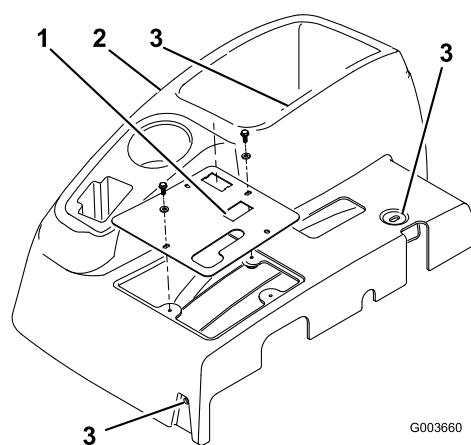

Figura 1
2. Rimuovere le 4 rondelle e i bulloni di fissaggio della plancia sulla consolle (Figura 1). Scollegare il cavo dal contaore. Rimuovere la plancia (Fig. 1).
3. Rimuovere i 3 bulloni di fissaggio della consolle al telaio (Figura 1). Rimuovere la consolle sollevando delicatamente il bordo inferiore della consolle attorno alla staffa di supporto e facendolo scorrere verso l'alto oltre la maniglia del freno.